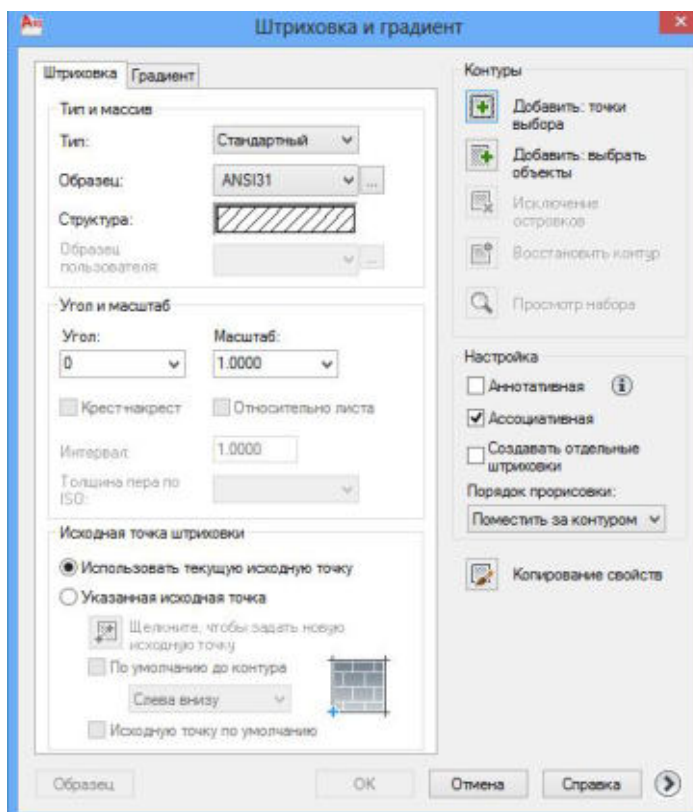

Рисунок 2.1 – Диалоговое окно штриховки и градиента
После запуска команды на экране появляется диалоговое окно (рис. 2.1), в котором производятся все действия, связанные с выбором и нанесением штриховки и градиента.
- 1) в диалоговом окне (рис. 2.1) выбрать вкладку «Штриховка»;